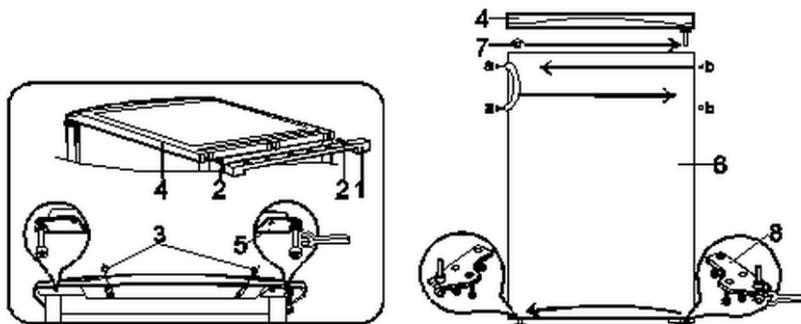

Fig. 5
1. Retirer la charnière (1, fig. 5) et desserrer les vis (2).
2. Retirer les deux vis (3) de fixation de la plaque supérieure de l'appareil.
3. Retirer la plaque supérieure (4).
4. Retirer la charnière (5) avec l'axe de maintien et les rondelles en place.
5. Retirer l'axe de maintien avec les rondelles de la charnière (5) et le revisser dans l'autre trou de la charnière (5).
6. Retirer la porte (6) de l'appareil.
7. Retirer de la porte le bouchon d'obturation (7) et le replacer dans l'ouverture du côté opposé.
8. Retirer la charnière inférieure (8) avec son axe de maintien et ses rondelles en place. Dévisser l'axe de maintien dans le sens antihoraire. Faire pivoter la charnière (8) de 180° et revisser l'axe de maintien. Revisser la charnière de l'autre côté.
9. Replacer la porte du réfrigérateur sur l'axe de maintien de la charnière (8). Resserrer la charnière (5) avec l'axe de maintien et les rondelles en place.
10. Replacer la plaque supérieure (4).
11. Serrer fermement les vis (2) et (3).